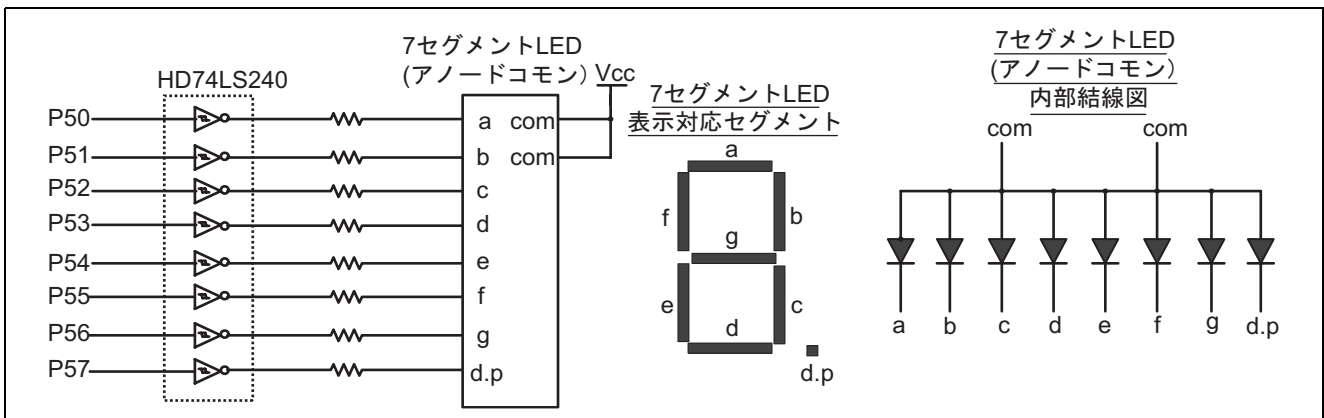

図 5 7 セグメント LED 接続図および内部結線図
2. 使用する 7 セグメント LED の接続図を図 5 に示します。図 5 に示すようにポート 5 から "High" を出力することにより対応する LED のセグメントが点灯します。また、ポート 5 出力と LED 表示データの関係を表 2 に示します。